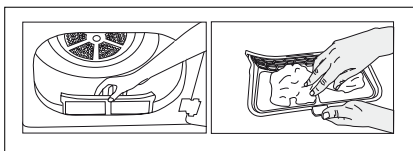

Figure 2
- 2.b) Si le filtre de la trappe du produit ressemble au Figure 2, retirez le filtre en le tirant vers le haut.